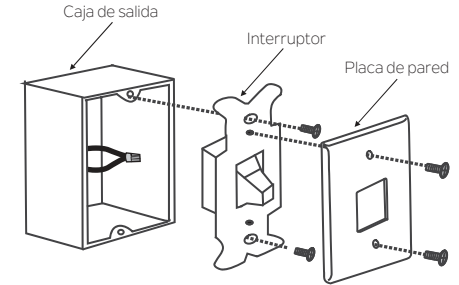

Figura 27
**Paso 1.** Retire la placa de pared existente y el interruptor antiguo de la caja de salida de pared. Conecte los cables NEGROS (corriente) con una tuerca para cables y empújelos para regresarlos al interior de la caja de salida. **(Figura 27)**